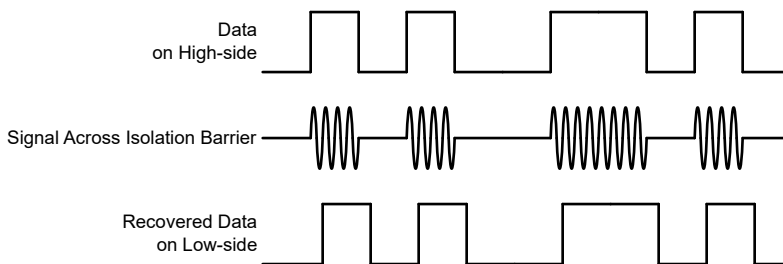

图 6-4. 基于 OOK 的调制方案
AMC22C12 使用开关键控 (OOK) 调制方案 (如图 6-4 所示)，跨过基于  $\text{SiO}_2$  的隔离栅来传输比较器输出状态。功能方框图 所示发送驱动器 (TX) 跨过隔离栅发送一个内部生成的高频载波来表示数字一，不发送信号则指示数字零。